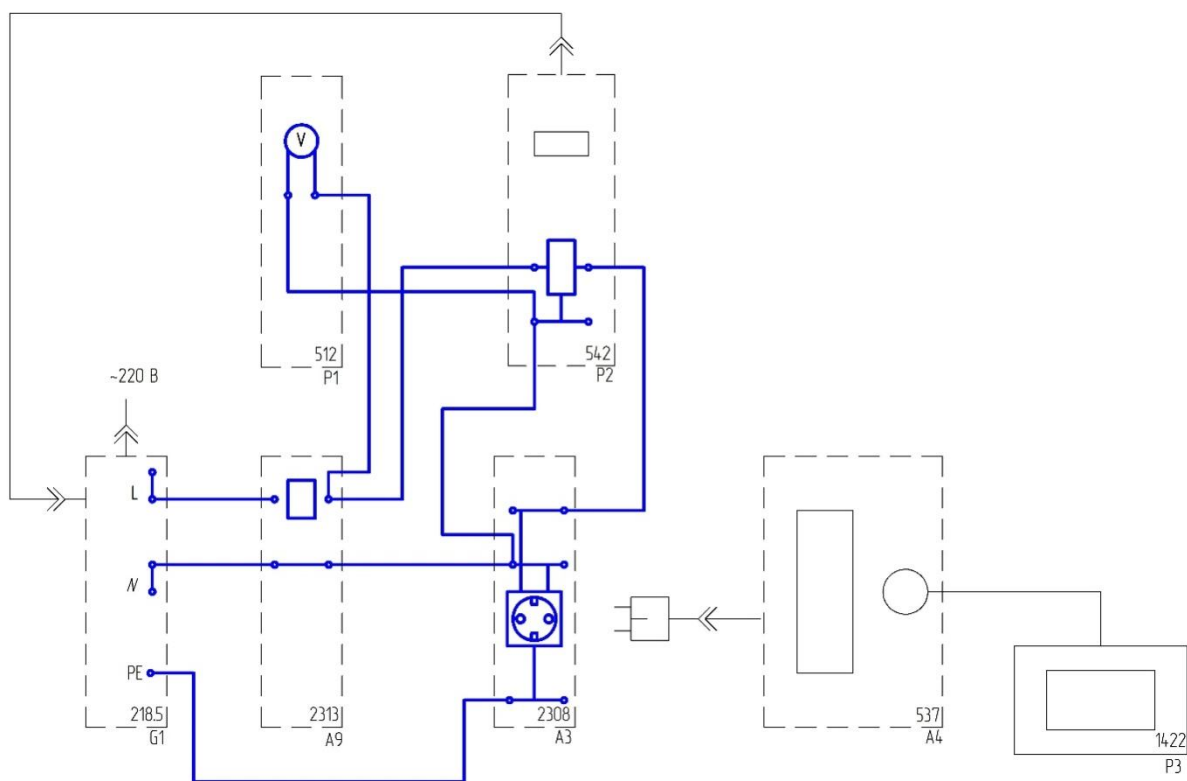

Рис.4.4.
- Соедините аппаратуру в соответствии со схемой электрических соединений, рис.4.4.